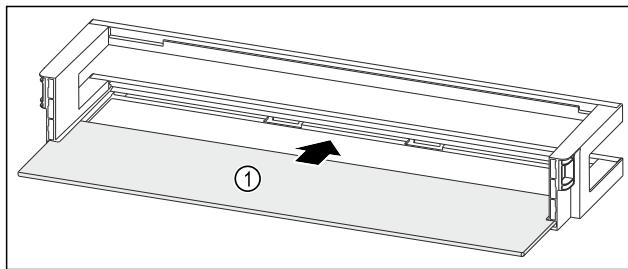

Fig. 94 Odkladací priestor vo dverách s odkladacou plochou
- Zasuňte odkladaciu plochu Fig. 94 (1) do bočných vybraní.